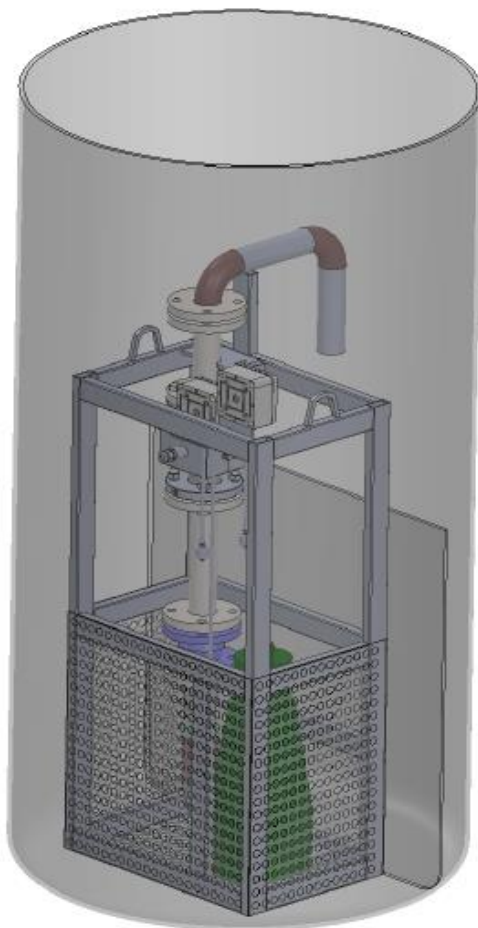

Рис. 1.1. Общий вид.
Общий вид комплекса и его габаритные размеры приведены на рис. 1.1, 1.4, 1.5
4. Комплекс монтируется в бак с помощью крана или манипулятора в соответствии с рис.1.1.
3. Комплекс монтируется в бак с помощью крана или манипулятора в соответствии с рис.1.1.